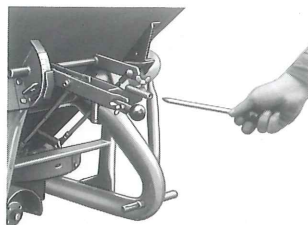

fig 6
2.4.5 Ved spredning av superfosfat og fuktig kornet gjødsel, bør man hver gang beholderen er tom, sørge for å fjerne gjødselringene i traktspissene. Til dette kan man bruke en av forlengelsspakene (se fig 6). Desuten må avsetninger på kasteskovlene fjernes.